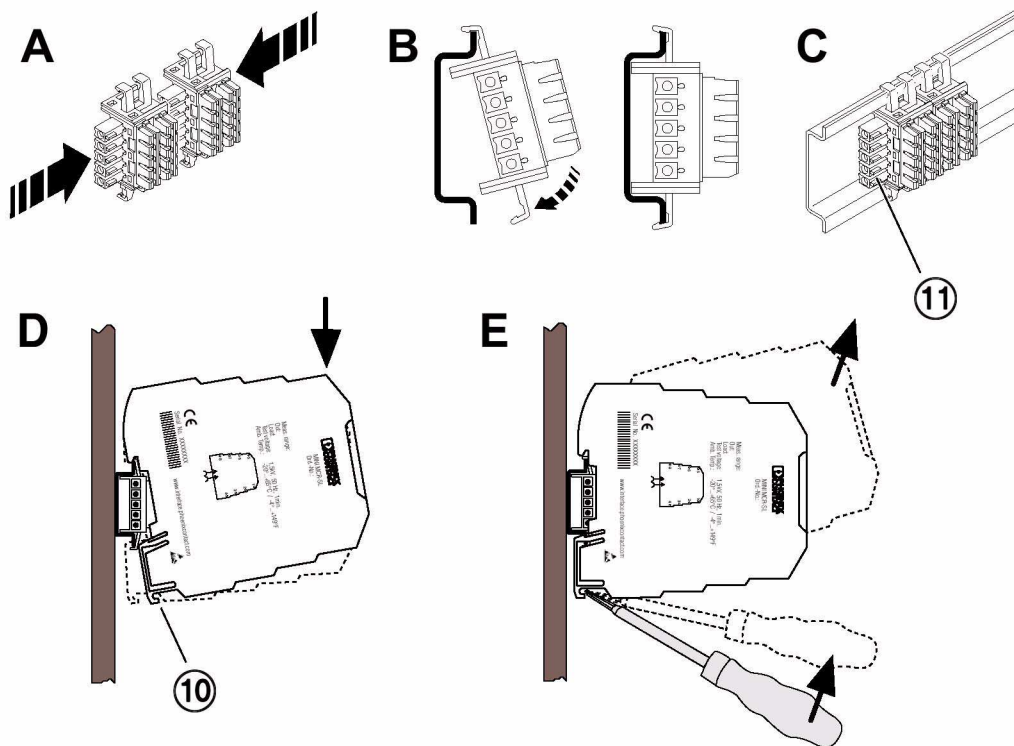

Fig. 5 Montage/démontage
**Pied encliquetable (Fig. 5 D, pos. 10) en bas et élément enfichable (Fig. 5 C, pos. 11) à gauche !**
- Placer le connecteur sur rail d'abord sur le rail pour ponter l'alimentation (voir Fig. 5).